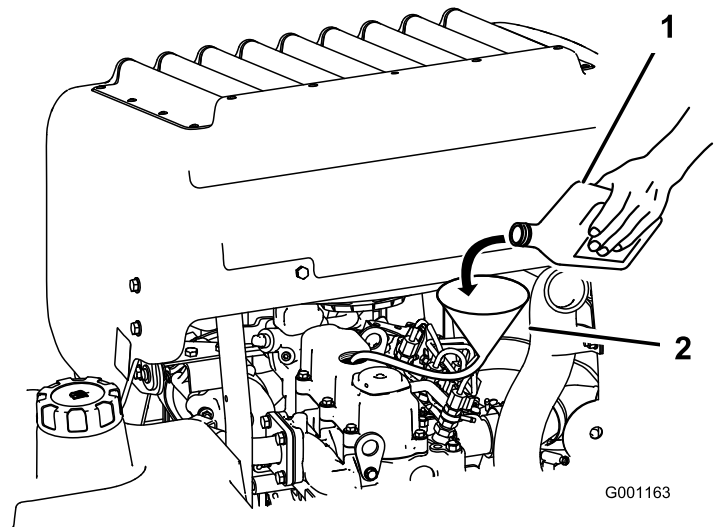

Figura 50
3. Per versare l'olio nel motore, utilizzate un flessibile ed un imbuto adatto (Figura 50).